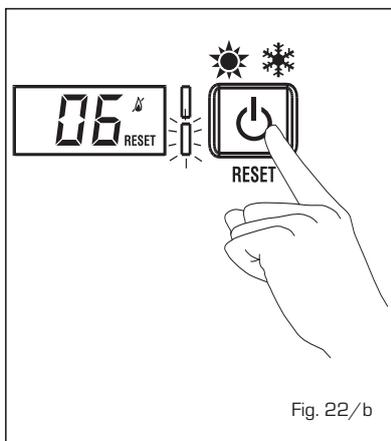

Fig. 22/b
**- ANOMALIA FUNZIONE TERMOSTATO SICUREZZA "AL 07" (fig. 22/c)**